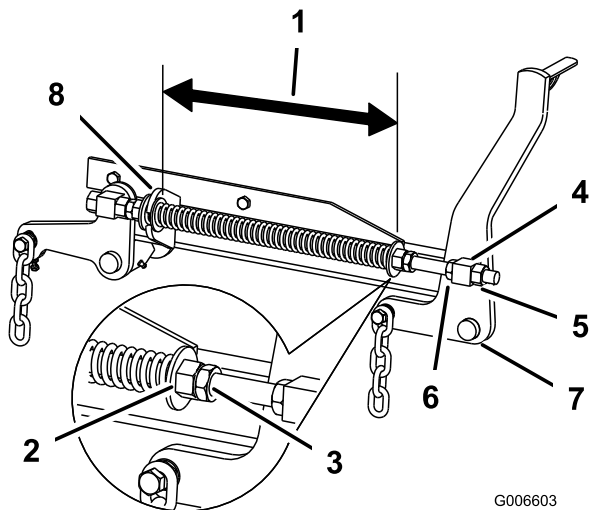

Figure 75
2. Vérifiez que les deux grandes rondelles sont espacées de 29,2 cm (11-1/2") (Figure 75).
3. Réglez cette distance en desserrant l'écrou de blocage du ressort et en tournant l'écrou devant chaque ressort (Figure 75). Tournez l'écrou dans le sens horaire pour raccourcir le ressort, et dans le sens inverse pour l'allonger.
4. Bloquez l'écrou en position en serrant l'écrou de blocage du ressort (Figure 75).